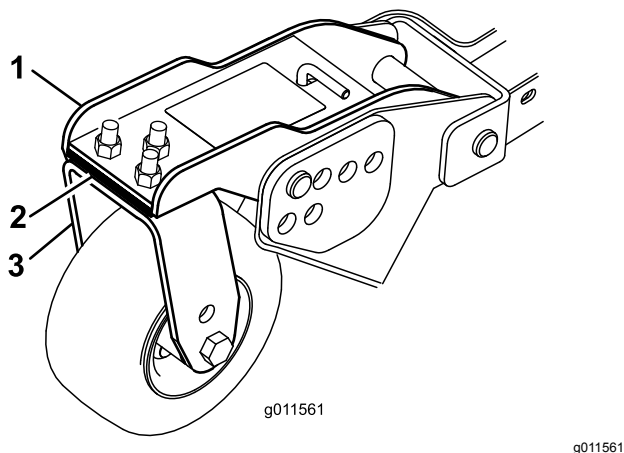

Рисунок 35
3. Отрегулируйте количество 3-миллиметровых регулировочных прокладок на рычаге (рычагах) передних поворотных колес так, чтобы высота скашивания соответствовала указанному на наклейке значению (Рисунок 35).
3. Если внутренняя кромка боковой деки газонокосилки находится слишком высоко по отношению к наружной кромке передней деки газонокосилки, снимите одну регулировочную прокладку с нижней части рычага переднего внутреннего поворотного колеса на боковой деке газонокосилки (Рисунок 35).